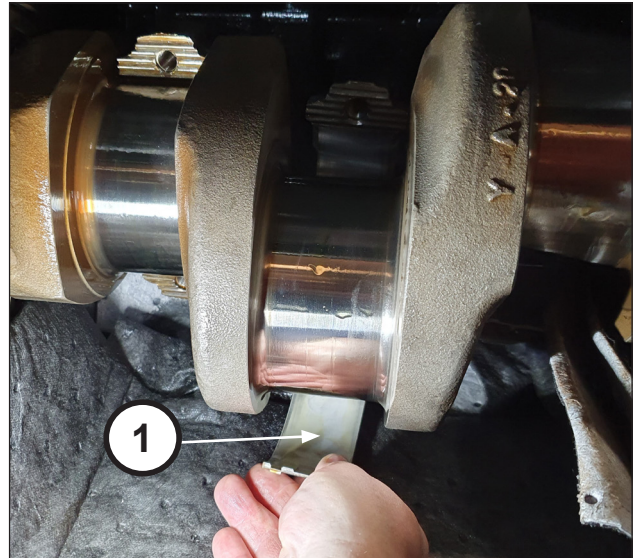

Fig. 33
Extraer los tres semicojinetes superiores de las semibielas (pos. ①, Fig. 33).